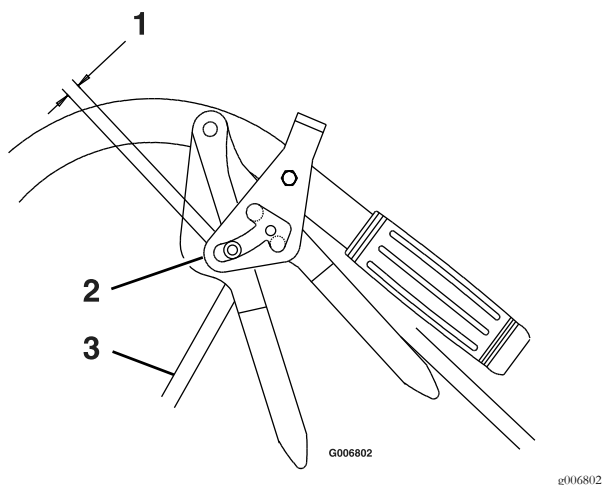

Figure 20
- B. Ajustez la longueur de la tringlerie d'entraînement en vissant ou dévissant le pivot jusqu'à obtention d'un jeu de 0,47 à 0,64 cm (3/16 à 1/4 po) entre la tringlerie et le bas de la fente dans le verrou de blocage au point mort/de frein de stationnement (voir Figure 20).